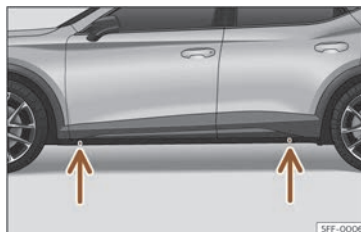

Fig. 243 Puncte de amplasare a cricului.
- Căutați pe bara transversală marcatul punctului de susținere a cricului (zona adâncită) cel mai apropiat de roata care trebuie schimbată >>> fig. 243.